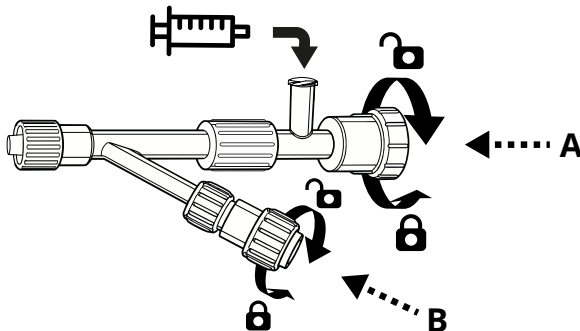

Figure 2 : Connecteur fluide, avec les deux ports d'entrées pour outils (A) et (B), ainsi que le port de rinçage (indiqué par un symbole de seringue).
Il est fourni avec un connecteur fluide (Figure 1, (3), détails à la Figure 2) permettant d'injecter un fluide pour faciliter la vision dans les zones périphériques du poumon. Une seringue avec embout standard de type luer peut être connectée sur le port de rinçage (voir Figure 2). En cas d'utilisation des deux outils simultanément, le connecteur en Y permet de passer la sonde Iriscopes 12 (toujours dans le port (B), voir Figure 2) et l'outil de biopsie (toujours dans le port (A), voir Figure 2). Les ports (A) et (B) sont rendus étanches en tournant la vis de serrage (tel qu'indiqué sur la Figure 2). Le serrage des ports d'entrée permet aussi de fixer la position de l'outil qui y passe. En cas d'utilisation d'un seul outil ne nécessitant pas d'injection de fluide, le connecteur fluide peut être détaché du « luer » d'accès de la poignée (Figure 1, (1a)) pour une insertion facilitée dans le canal du cathéter.
3. Serrer la vis de serrage de l'embout du port (B), pour le fixer sur la sonde *Iriscopes* et rendre l'entrée étanche (Figure 2). Eventuellement placer un forceps dans le port (A) jusqu'à en faire apparaître l'extrémité à l'image de la sonde *Iriscopes*. Serrer la vis du port (A) (même si aucun outil n'y est inséré) pour rendre l'entrée étanche. Flusher avec une seringue permet de tester l'étanchéité.
Le connecteur fluide (Figure 2) permet de flusher autour de la sonde *Iriscope* insérée dans le cathéter en cours d'utilisation. Une fois en position, serrer les bagues de serrage des ports (A) et (B) (sans forcer pour éviter d'endommager le matériel) si elles ne le sont pas déjà. Utiliser une seringue avec un embout compatible avec les connecteurs de type luer. Vérifier que l'écoulement ne s'effectue pas au niveau proximal.